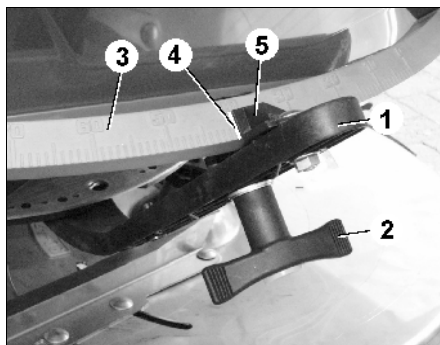

Fig. 30
- Løs vingemutteren (Fig. 30/3).
- Finn den nødvendige spjeldinnstillingen på skalaen (Fig. 30/2).
- Still siktekanten (Fig. 30/6) innstillingspakens viser (Fig. 30/5) inn på spjeldinnstillingen
- Skru til vingemutteren (Fig. 30/3).